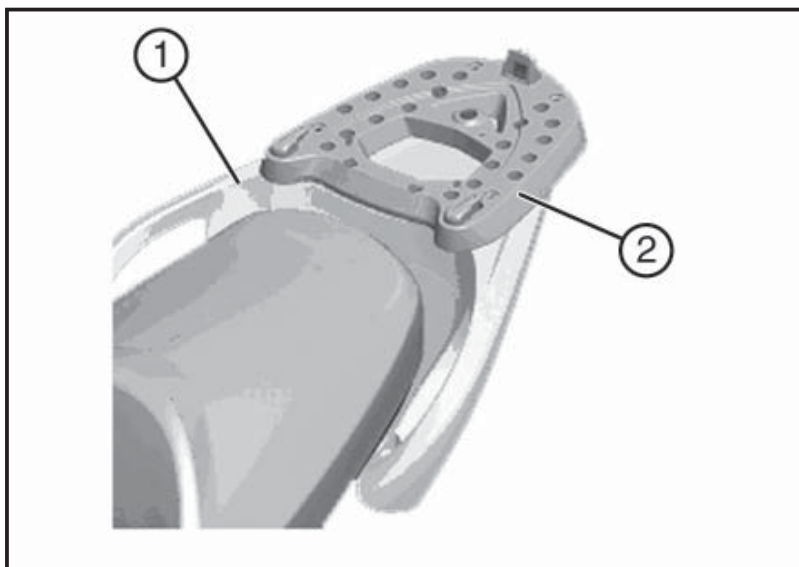

Fig. 01
4.18 REAR LUGGAGE RACK (Fig. 01)